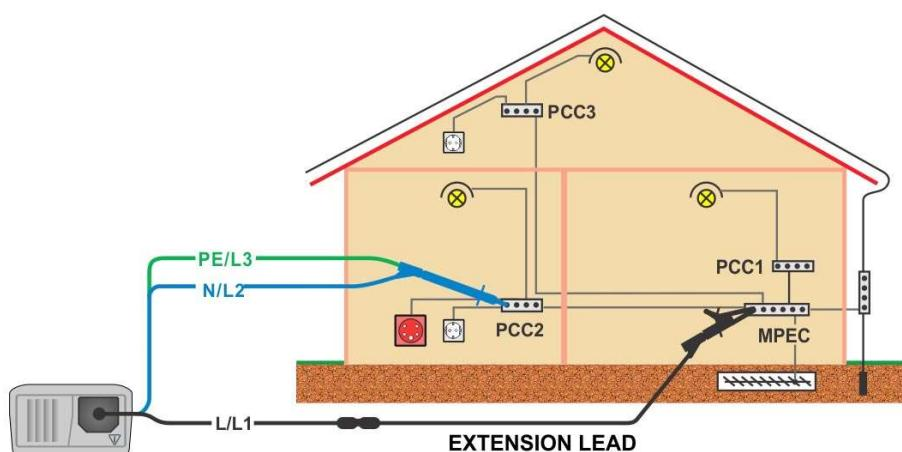

figura 5.9: Collegamento di 3 fili puntale più prolunga opzionale
- Collegare** i puntali al cablaggio PE appropriato (vedi figura 5.9).